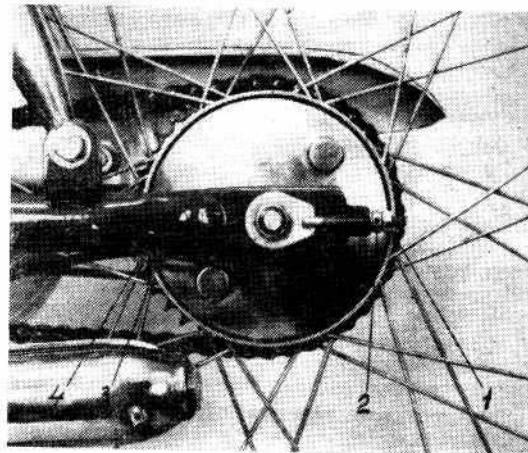
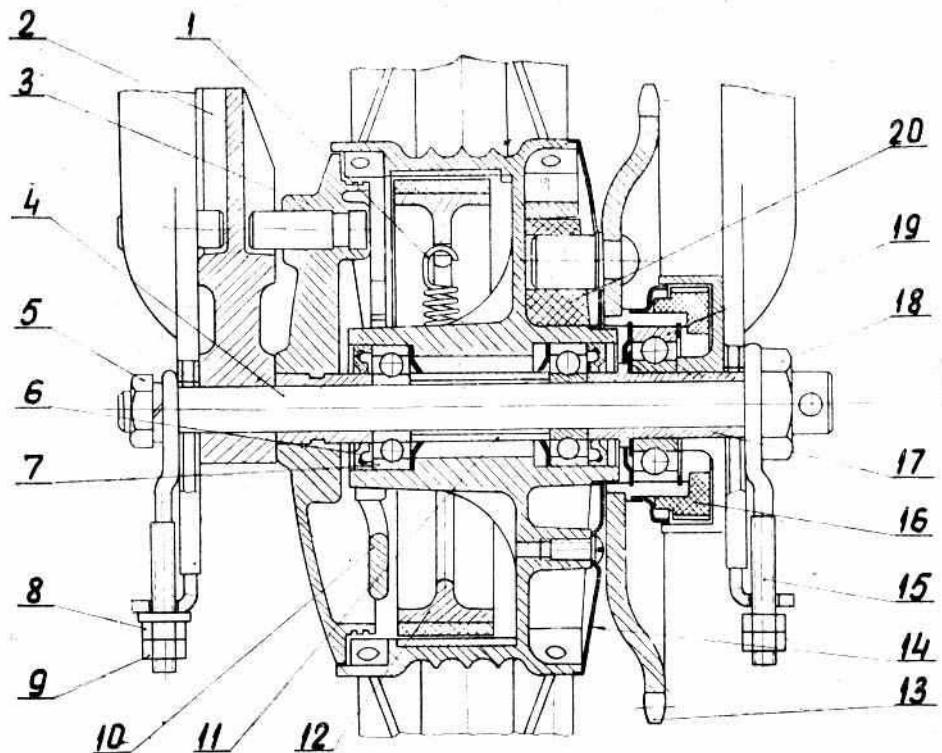

Рис. 9 — Регулировка заднего тормоза:
Рис. 12 — Задняя втулка:
По начала перемещения троса заднего тормоза (ввиду конструктивных особенностей механизма торможения внутри коробки передач) педали имеют свободный ход 45—60 градусов. Задний тормоз правильно отрегулирован, если педали поворачиваются до начала торможения дополнительно основному углу свободного поворота еще на 5—10 градусов. Регулировка производится, пользуясь регулировочным винтом 4 (рис. 9), на диске заднего колеса. Винт контрикся гайкой 3.
Порядок снятия заднего колеса (рис. 12):
1. Ослабить гайки заднего колеса 5 и 18 (рис. 12).
2. Отпустить контргайки 1 (рис. 9) с обеих сторон.
3. Вращением гайки 2 (рис. 9) с обеих сторон натянуть цепь.
4. Затянуть контргайки 1 (рис. 9) и гайки заднего колеса 5 и 18 (рис. 12).
После регулировки цепи следует обращать внимание на то, чтобы заднее колесо находилось в одной плоскости с передним. Переход устраняется равномерным вращением гаек 2 (рис. 9).